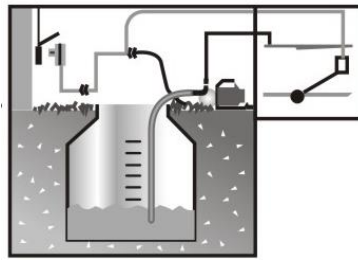

Figure 3
- Dès que le niveau d'eau baisse au-dessous du niveau minimal, l'interrupteur met la pompe en marche. Quand le réservoir est plein, l'interrupteur arrête la pompe. La hauteur du contrôle automatique du niveau d'eau est réglée comme sur la fig. 3.